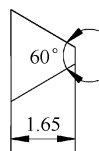

图 13-46 螺纹牙剖切面轮廓线
Step 62 绘制螺纹牙剖切面轮廓线: 调整 UCS, 在 XY 平面内, 调用“直线”、“修剪”、“删除”等命令绘制螺纹牙剖切面轮廓线。螺纹牙剖切面轮廓线如图 13-46 所示。